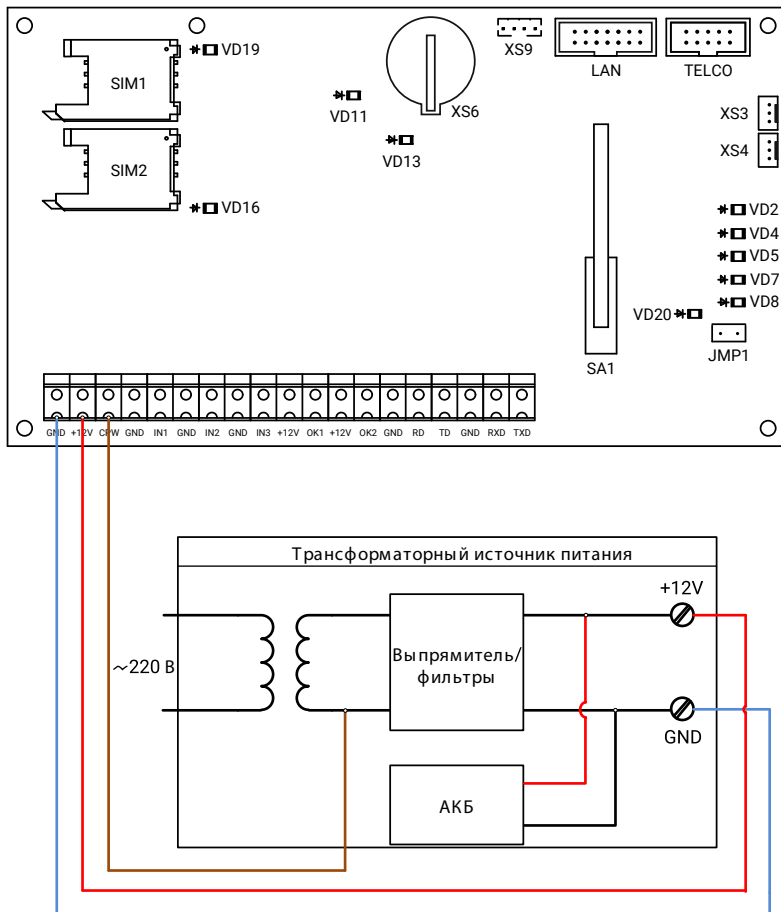

Рисунок 6. Схема подключения трансформаторного источника питания стороннего производителя
*В случае использования стороннего **трансформаторного** источника питания, у которого отсутствует клемма «CPW», подключите клемму панели «CPW» ко вторичной обмотке трансформатора источника питания (см. рис. 6).*